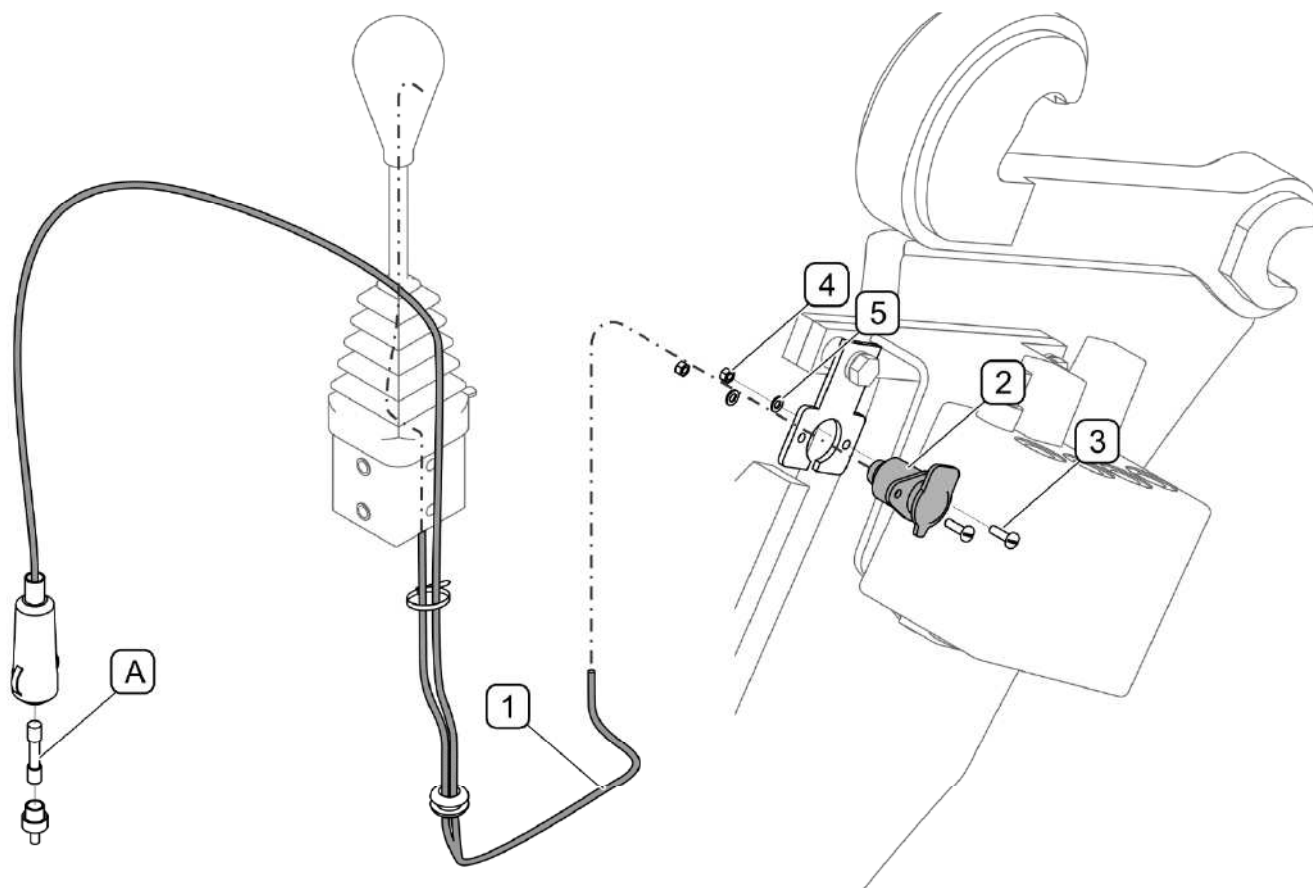

РИСУНОК 4.10 Подсоединение электропитания
(1) - пучок электропроводов со штекером; (2) - 3-пиновый разъем (3) - болт M5x20; (4) - гайка M5; (5) - шайба 5,5; (A) - плавкий предохранитель 10А;
Нужно подсоединить пучок электропроводов (1), присоединенный к рычагу управления, к электрическому разъему (2) и прикрепить к кронштейну на гидрораспределителе (РИСУНОК 4.10). Штекер пучка электропроводов (1) нужно вставить в гнездо зажигалки 12V. Управление гидравлическим электроклапаном, который находится спереди на раме стрелы, осуществляется от бортовой электросети.